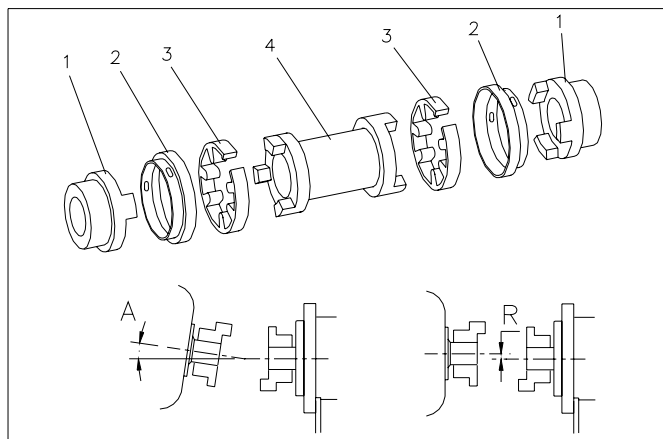

Fig. 8.1
Retire la cubierta protectora del acoplamiento. Compruebe que la pieza espaciadora (4) no tiene movimiento libre respecto a las partículas sólidas (1). Retire las dos tapas (vea fig. 8.1, pos. 2) desenroscando los tornillos de fijación. Retire los elementos de goma (3) y compruebe el desgaste. Si se deben cambiar los componentes metálicos (1) y (4), vaya al capítulo 8.6.2. Verifique que los ejes extremos de la bomba y el motor están alineados entre sí, poniendo una regleta en las 2 piezas fijas del acoplamiento (1). Efectúe esta operación tanto en el lado superior como en el lateral del acoplamiento.